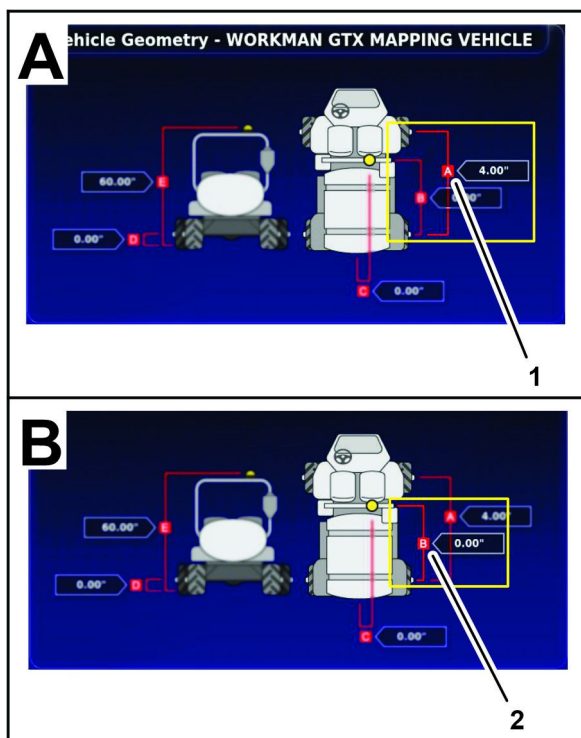

Figure 181
1. Sur la machine utilisée pour cartographier les limites de champ, mesurez la distance entre l'axe des essieux avant et arrière (Figure 181), et notez le résultat obtenu dans la fiche de géométrie du véhicule ci-après.